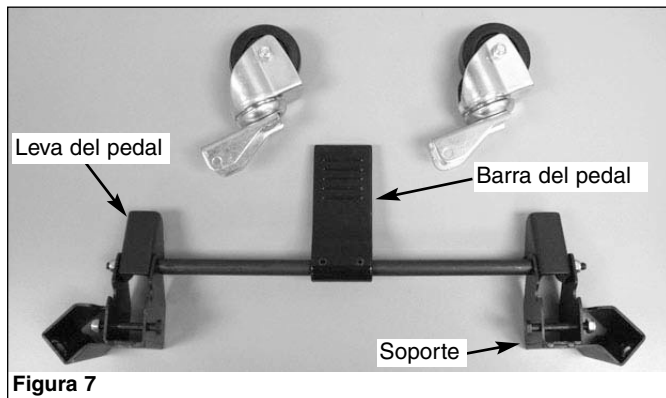

Figura 7
- Consulte la Figura 7; retire las ruedecillas (4) y los soportes (2) del cartón.